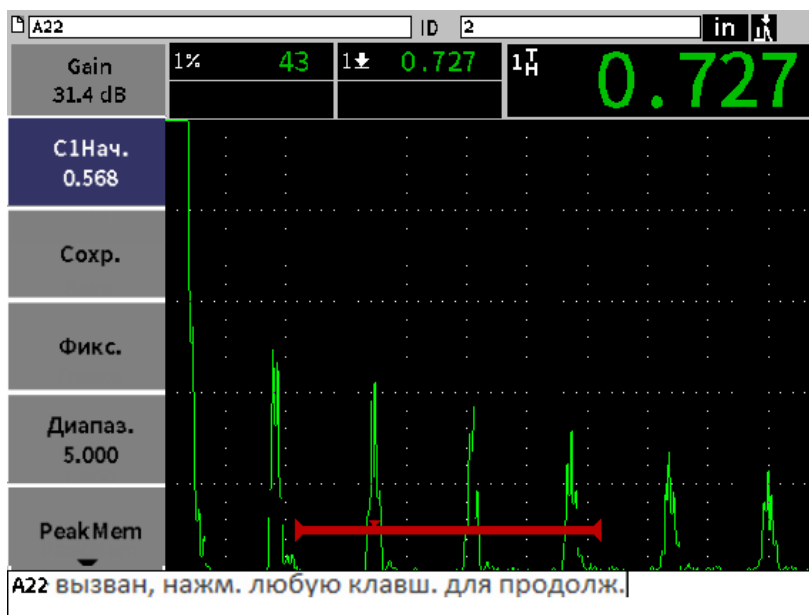

Рис. 9-10 Вызванные данные файла
2. Нажмите клавишу Enter для вывода сохраненных данных на экран текущего А-скана (см. Рис. 9-10 на стр 119).
Просматриваемый ID отображается в строке идентификации файла. В строке сообщений появляется уведомление «<имяфайла> вызван, нажмите любую клавишу для продолжения» (см. Рис. 9-10 на стр 119).